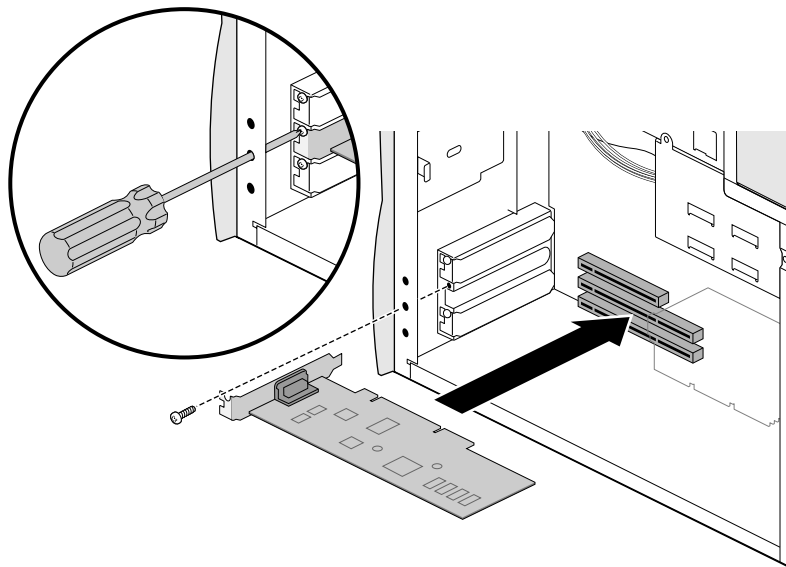

Figure 5-2 Installation d'une carte PCI
6. Installez la nouvelle carte, comme indiqué à la Figure 5-2.